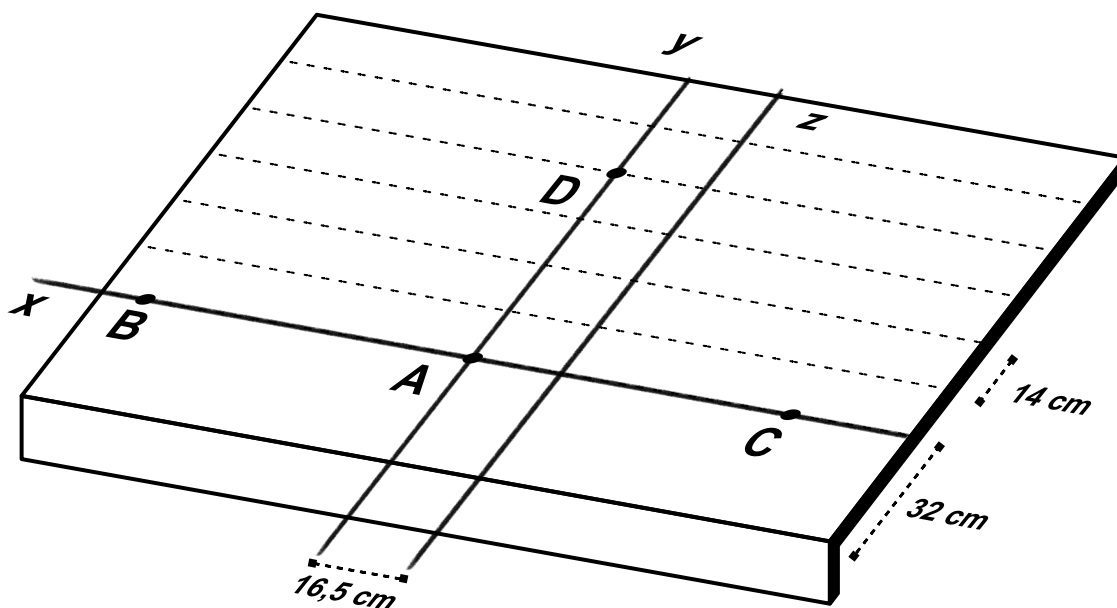

Fig. 3 - Tracciatura della falda [cm]
- Tracciare delle linee orizzontali e parallele a **x**, ad una distanza fra loro di 14 cm, fino ad arrivare al colmo - vedi Fig. 3.